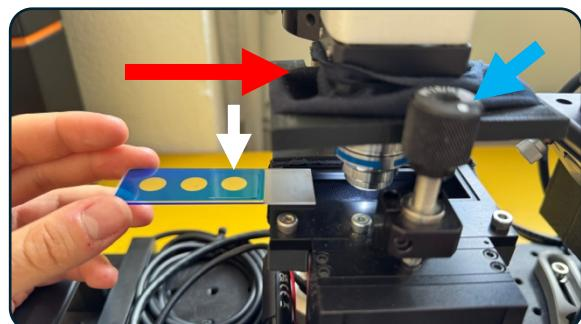

Figure 6 - Sens du microscope glass slide
- Déposer 3 gouttes déposées par chute libre du mélange dans le puit **indiqué par la flèche blanche** sur une **plaquette en verre** (voir la Figure 6). **Attention** au sens dessus dessous !
- Placer l'échantillon dans le système, dans le sens indiqué sur la photo (voir Figure 6), sous le microscope.